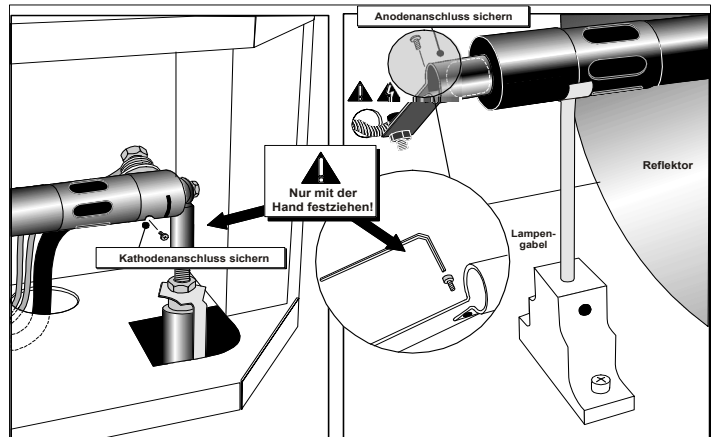

Abbildung 4-2 Sicherung der Glühbirne in den Kathoden- (-) und Anoden- (+) Anschlüssen
- Lösen Sie die Justierschrauben von den negativen/Kathode (hinten, 7/64 Zoll) und positiven/Anode (vorne, 3/16 Zoll) Lampenanschlüssen. Diese Schrauben sind in **Abbildung 4-2** dargestellt.
- c. Ziehen Sie die Justierschrauben sowohl in den negativen als auch positiven Lampenanschlüssen mit der Hand fest (**Abbildung 4-2**). **Wichtig!** Der richtige elektrische Kontakt verhindert Widerstand in den Lampenanschlüssen. Wenn Sie den Quarzkörper der Lampe versehentlich mit den bloßen Händen berühren, reinigen Sie ihn, wie im Abschnitt 4.1 Wartung und Reinigung beschrieben.